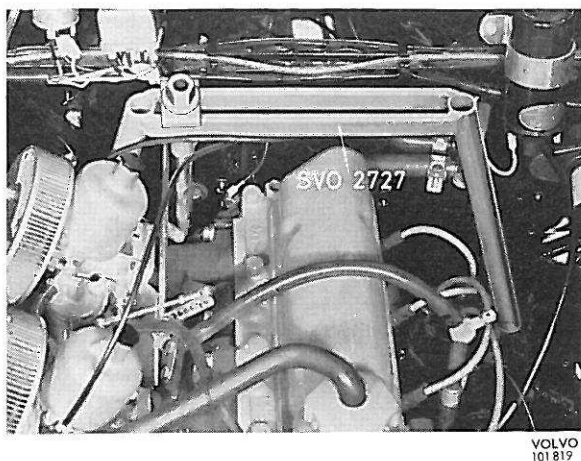

Figure 22. Suspension du moteur, 140
- SVO 2727 Potence de levage pour moteur (voir figure 22).
1. Fixer la potence de levage SVO 2727 sur le moteur comme le montre la figure 22. Adapter le crochet de levage à la tubulure d'échappement.